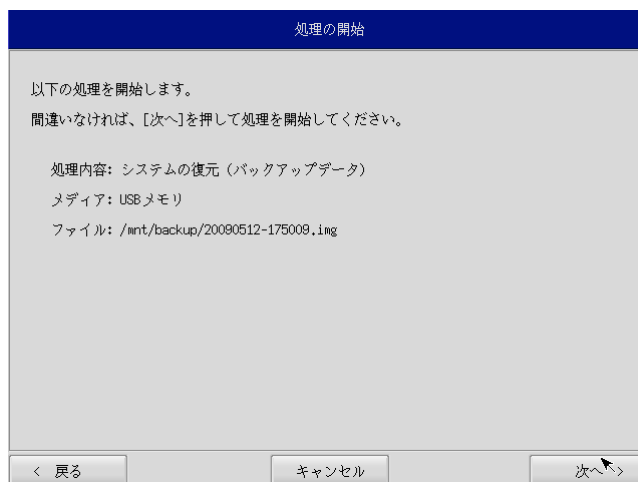

図 6-4-4. 確認画面
- ⑨ 確認画面（図 6-4-4）が表示されます。メディア、パーティション、バックアップファイルを確認します。[次へ] ボタンを押します。